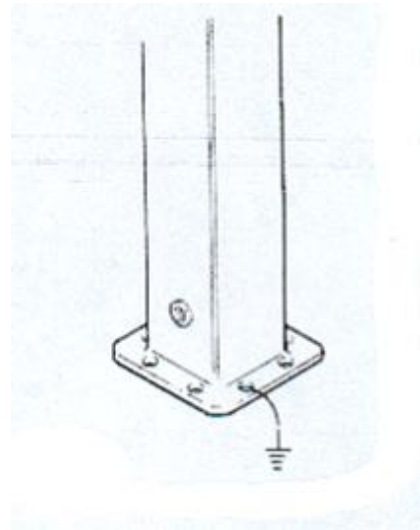

fig. 51
- Provvedere al collegamento dell'impianto di terra, alla struttura della gru, in corrispondenza dei punti di presa allo scopo previsti (fig. 51).